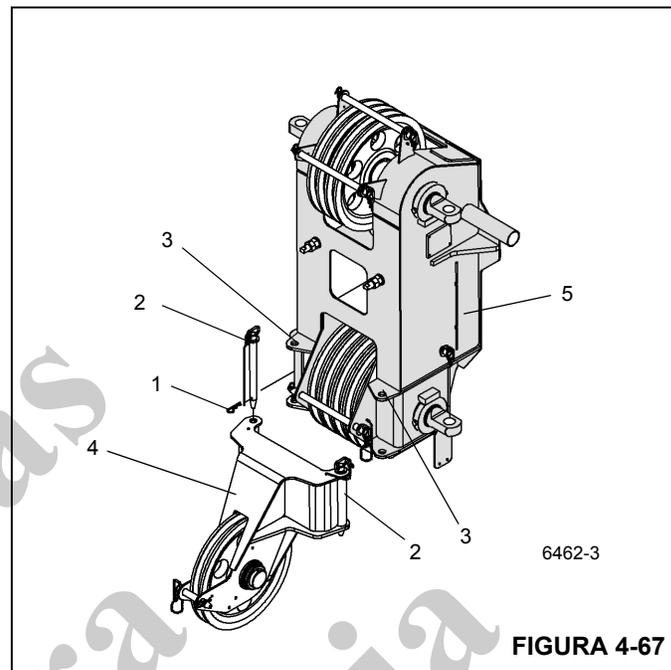

FIGURA 4-67
A extremidade da lança auxiliar de polia única é posicionada na frente da cabeça da lança principal e fixada com dois pinos (2) (Figura 4-67).
- Remova os pinos de retenção (1) e remova os dois pinos (2) que fixam a extremidade da lança auxiliar de polia única nos suportes de montagem (3) da extremidade da lança principal.
- Eleve a extremidade da lança auxiliar de polia única (4) dos suportes de montagem (3) da lança principal.
- Solte o pino de retenção (1) e remova os pinos (2) da extremidade da lança auxiliar de polia única (Figura 4-67).
- Use um guindaste auxiliar para alinhar a extremidade da lança auxiliar de polia única (4) com a extremidade da lança principal (5).
- Fixe a extremidade da lança auxiliar de polia única (4) nos suportes de montagem (3) da extremidade da lança principal usando os pinos (2).
- Fixe os pinos (2) com um pino de retenção (1).